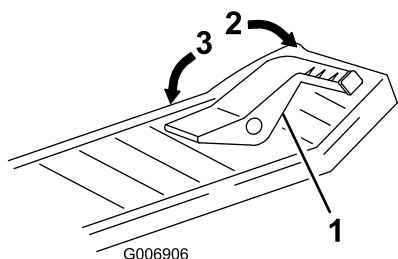

Figure 14
2. Posez le pied sur la pédale de déplacement et appuyez progressivement sur le haut de la pédale pour avancer ou sur le bas pour faire marche arrière (Figure 14).